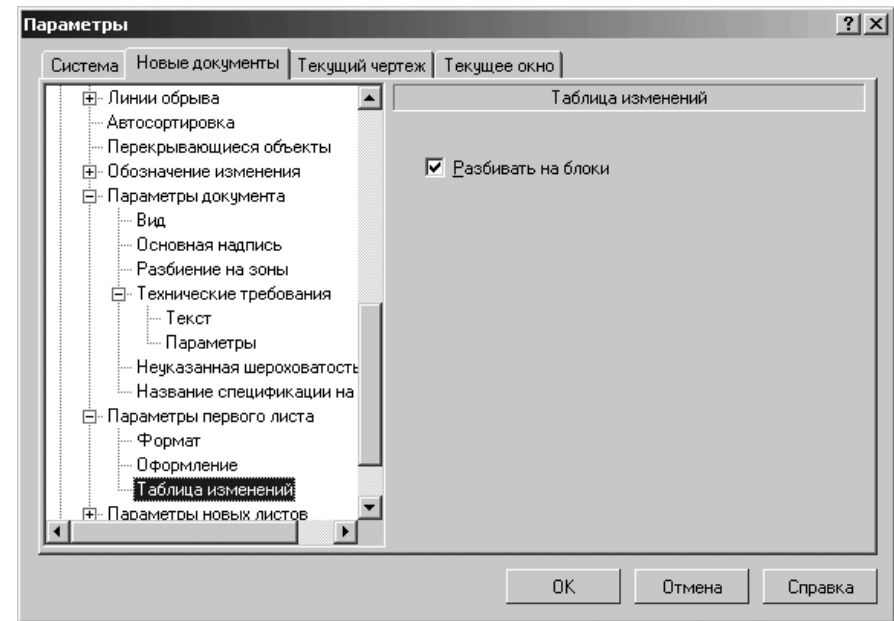

Рис. 10.89. Диалоговое окно **Параметры** с открытой вкладкой **Новые документы** и панелью **Таблица изменений**
- щелкните в списке настраиваемых элементов **Параметры первого листа** (новых листов) по пункту **Таблица изменений**. В правой части появится панель **Таблица изменений**, показанная на рис. 10.89.